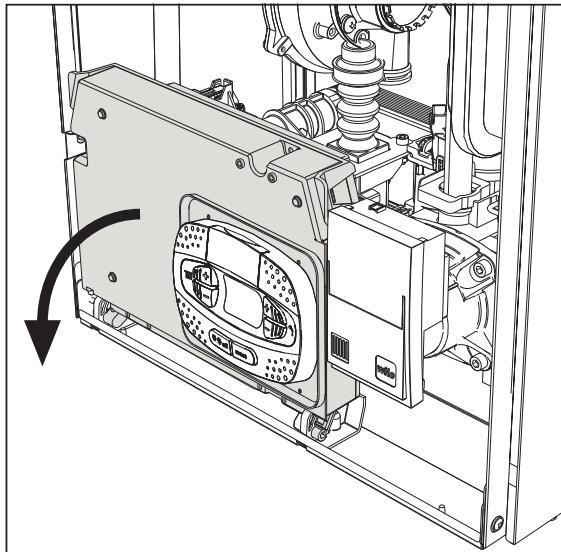
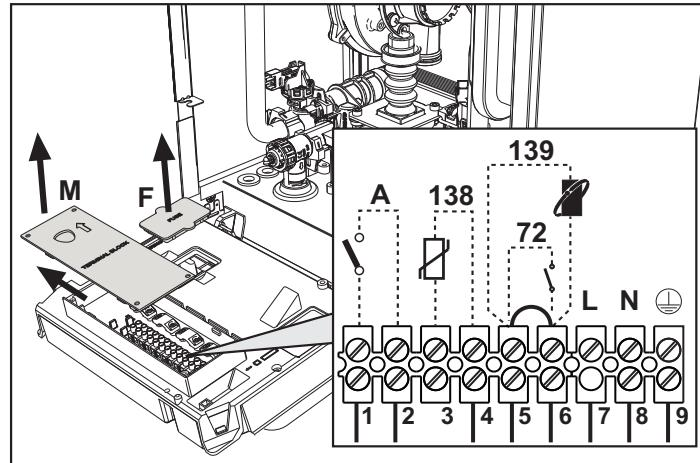

fig. 19
fig. 20
Dopo aver tolto il pannello frontale (*** 'Apertura del pannello frontale' on page 33 ***) è possibile accedere alla morsettiera (M) e al fusibile (F) seguendo le indicazioni descritte di seguito (fig. 19 e fig. 20). **I morsetti indicati nella fig. 20 devono essere a contatti puliti (non 230V).** La disposizione dei morsetti per i diversi allacciamenti è riportata anche nello schema elettrico alla fig. 62.